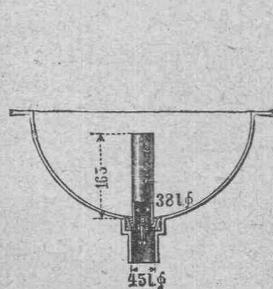

Fig. Z. 580
- Fig. Z 580 Ventil mit Überlaufröhr (siehe Seite vorher) pro Stück „ 8.—